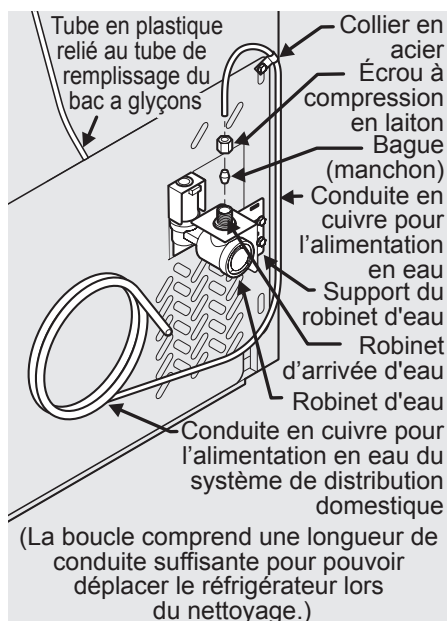

Figure 1
- Glissez l'écrou à compression en cuivre, puis la bague d'extrémité (manchon) sur la conduite d'alimentation en eau. Poussez la conduite d'alimentation en eau dans l'entrée du robinet de prise d'eau aussi loin que possible (6,4 mm / ¼ po). Glissez la bague d'extrémité (manchon) dans l'entrée du robinet et serrez l'écrou de compression à la main dans le robinet. Serrez d'un autre demi tour avec une clé; NE PAS serrer trop fort. Voir Figure 1.